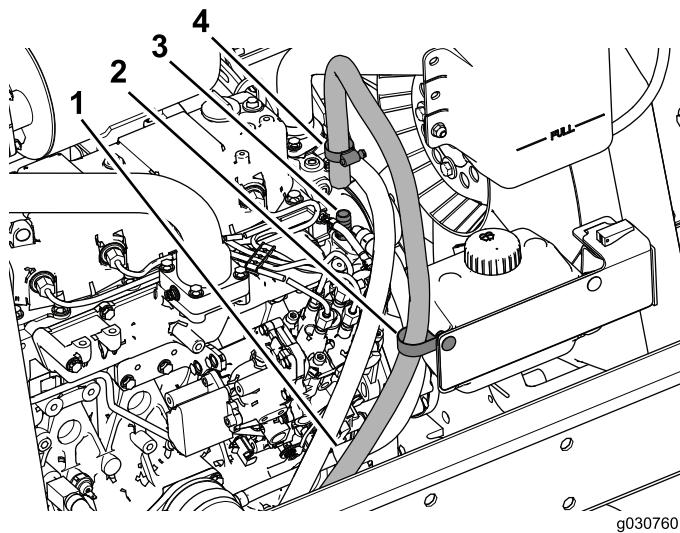

Figura 40
6. Coloque la abrazadera sobre la manguera de retorno y luego coloque la manguera sobre el acoplamiento dentado (3/8" NPT x 0,625), según se muestra en Figura 40.